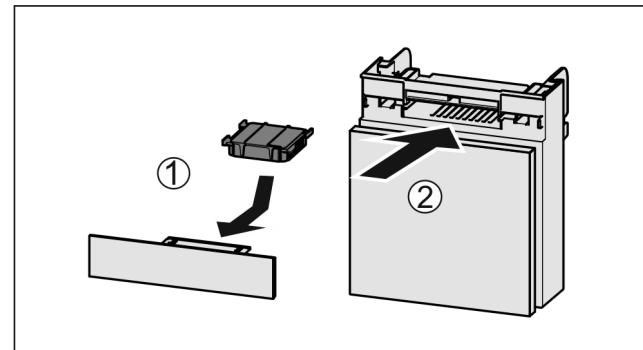

Fig. 123
- Insérer le filtre à charbon actif d'après le schéma Fig. 123 (1).
- Insérer le compartiment Fig. 123 (2).